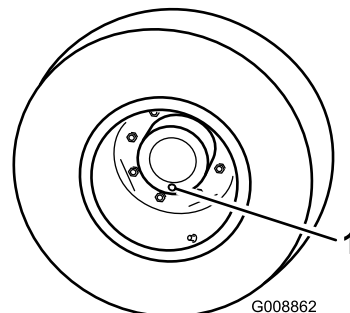

Figura 43
1. Coloque a máquina numa superfície nivelada e posicione a roda de forma a que um dos tampões de verificação se encontre na sua posição mais baixa (6 horas) (Figura 43).